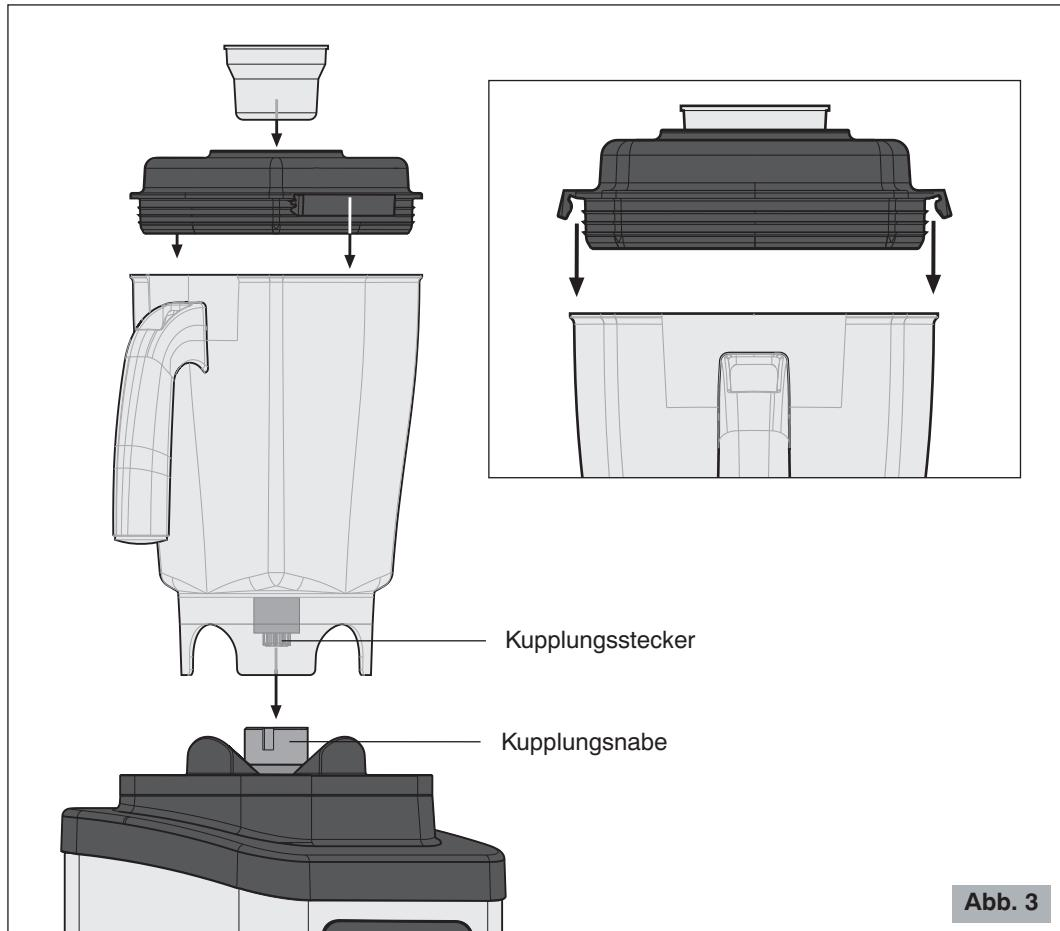

Abb. 3
- 2 Den Behälter auf das Untergestell positionieren, indem man ihn in die entsprechende Halterung einfügt (siehe Abb. 3).
- 3 Den Deckel in den Behälter einfügen, indem Sie auf die Verschlußhaken drücken (siehe Abb. 3).